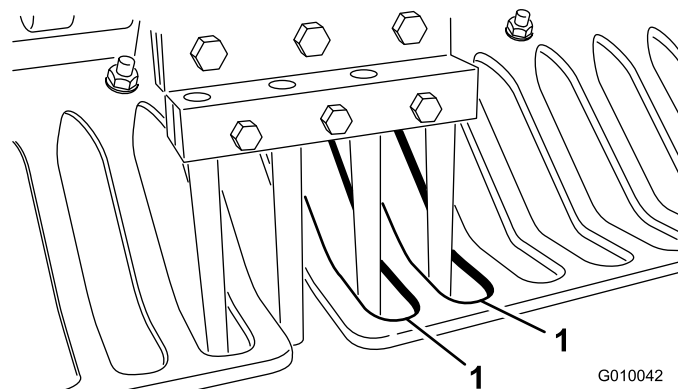

Figure 27
- Vérifiez que les louchets sont bien alignés au centre des espacements dans les protège-gazon (Figure 27). Réglez les protège-gazon au besoin et serrez les écrous.